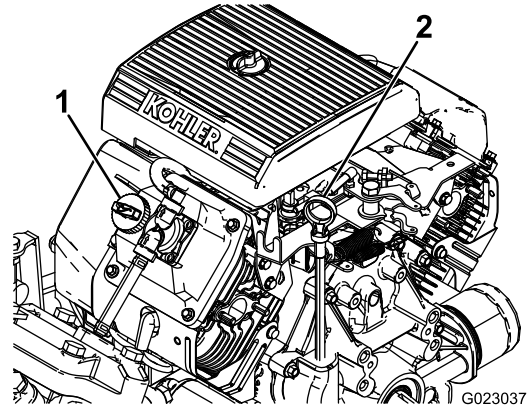

图11
2. 取出量油尺，用干净的抹布擦拭（图11）。
4. 如果机油油位较低，请从气门室盖（图11）上拆下加油颈盖，从开口处注入机油，直至油位达到量油尺上的“已满”标记；请参阅，了解适合的机油类型和粘度。 维护机油（页码 38）